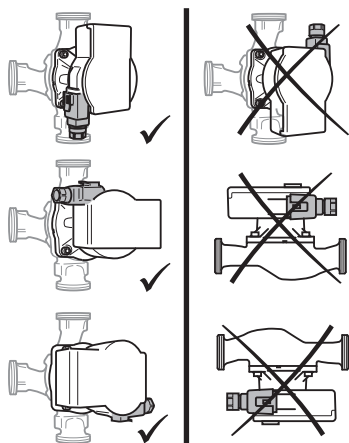

Fig. 2: Położenie montażowe
- Miejsce montażu wybrać odpowiednio do dozwolonego położenia montażowego (Fig. 2).
- Przestrzegać dozwolonego położenia montażowego pompy (Fig. 2), w razie potrzeby obrócić głowicę silnika (2+6).
- Przestrzegać dozwolonego położenia montażowego (Fig. 2) i kierunku przepływu wskazywanego przez strzałkę na korpusie pompy (1).
- Dokręcić 4 śruby na korpusie (5).